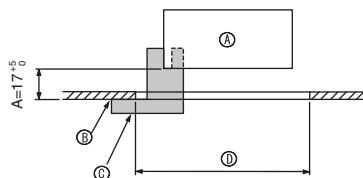
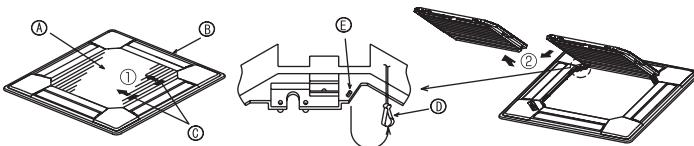
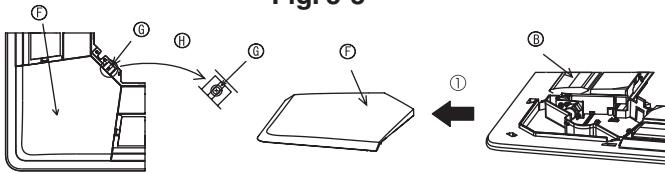

Fig. 5-2
Fig. 5-3
Fig. 5-4
①	Gitter	1	950 x 950 (mm)
②	Schraube mit unverlierbarer Unterlegscheibe	4	M5 x 0,8 x 25
③	Lehre	1	(In vier Teile unterteilt)
④	Befestigungsteil	3
⑤	Schraube	4	4 x 8
⑥	Schraube	1	4 x 12
5.2. Vorbereitung zum Anbringen des Gitters (Fig. 5-2)
- Mit der mit diesem Bausatz gelieferten Lehre (③) die Position der Anlage im Verhältnis zur Zimmerdecke überprüfen. Wenn die Anlage im Verhältnis zur Zimmerdecke nicht vorschriftsmäßig in Position gebracht wurde, kann dies zu Luftdurchlässigkeit oder zur Bildung von Kondenswasser führen.
① Hauptanlage
② Decke
③ Lehre 3 (befindet sich in der Anlage)
④ Maße der Deckenöffnung
5.2.1. Das Ansauggitter abnehmen (Fig. 5-3)
- Zum Öffnen des Ansauggitters die Hebel in die Richtung, die durch Pfeil ① gekennzeichnet ist, schieben.
- Das Scharnier des Ansauggitters bei geöffnetem Ansauggitter (Position "offen") vom Gitter wie durch Pfeil ② gekennzeichnet, abnehmen.
5.2.2. Die Eckplatte abnehmen (Fig. 5-4)
- Die Schraube von der Ecke der Eckplatte abnehmen. Die Eckplatte wie durch Pfeil ① gekennzeichnet schieben, um so die Eckplatte abzunehmen.
[Fig. 5-3, 5-4]